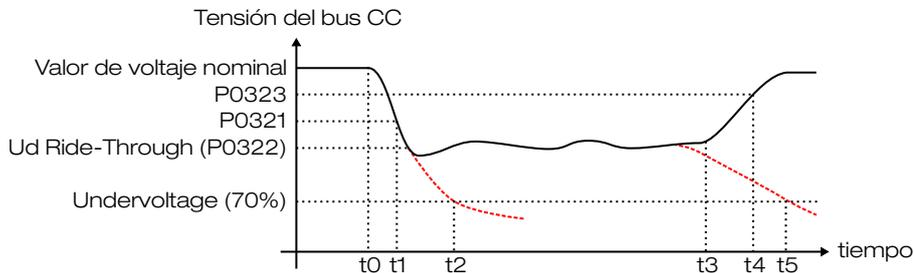

Figura 5.40: Actuación de la función Ride-Through en modo vectorial
- En caso de que la red no retorne, el conjunto permanecerá en esta condición el mayor tiempo posible (depende del balance energético) hasta que ocurra subtensión (F0021 en t_5) en este instante el disyuntor de entrada se abre y se activa el relé de precarga. Si la red retorna (t_3) antes de que ocurra subtensión, el convertidor detectará el retorno de ésta cuando la tensión U_d alcance el nivel "Ud retorno red" (t_4). El motor será reacelerado, siguiendo la rampa ajustada, desde el valor de la corriente de velocidad hasta el valor definido por la referencia de velocidad activa (Figura 5.40 en la página 5-74).